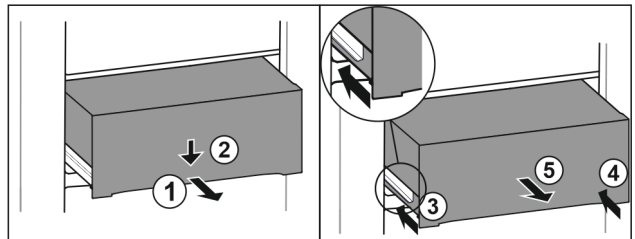

Fig. 154
- ▶ Вытяните выдвижной ящик наполовину. Fig. 154 (1)
- ▶ Вдавите выдвижной ящик в передней части вниз. Fig. 154 (2)
- ▶ Задвиньте левую направляющую прим. на 2 см. Fig. 154 (3)
- ▶ Задвиньте правую направляющую прим. на 2 см. Fig. 154 (4)
- ▶ Извлеките выдвижной ящик движением вперед. Fig. 154 (5)